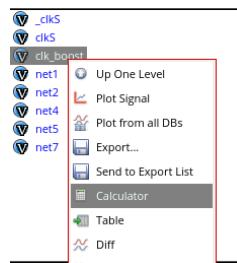

图 95 将 IO/clk_boost 添加到 Calculator
3. 鼠标右键单击 `clk_boost` 节点，在右键菜单中选择 `Calculator`，如图 95 所示。